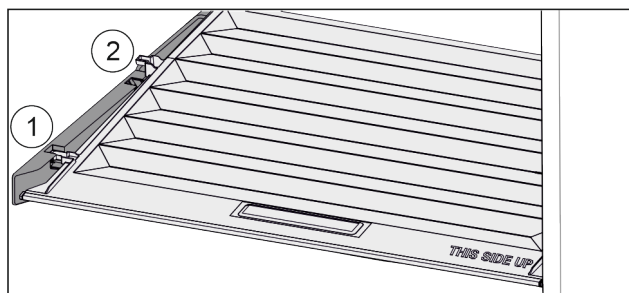

Fig. 90
- Vytáhněte víko dopředu až k otvoru v přídržných dílech Fig. 90 (1).
- Vzádu zespu nadzvedněte a vyjměte směrem nahoru Fig. 90 (2).